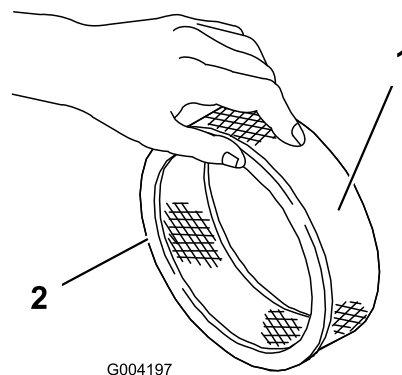

**Figura 41**
- Verifique se o filtro de papel tem rasgos, película de óleo ou o vedante de borracha danificado (Figura 41).
- Faça deslizar cuidadosamente o filtro prévio de esponja para o filtro de papel (Figura 41).